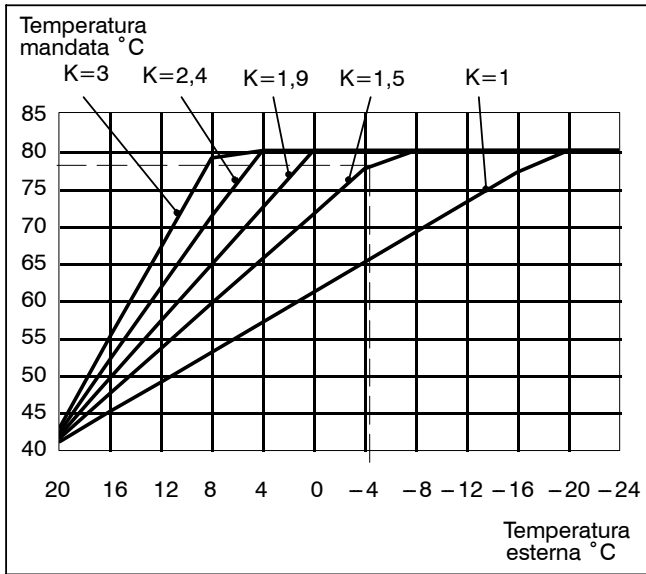
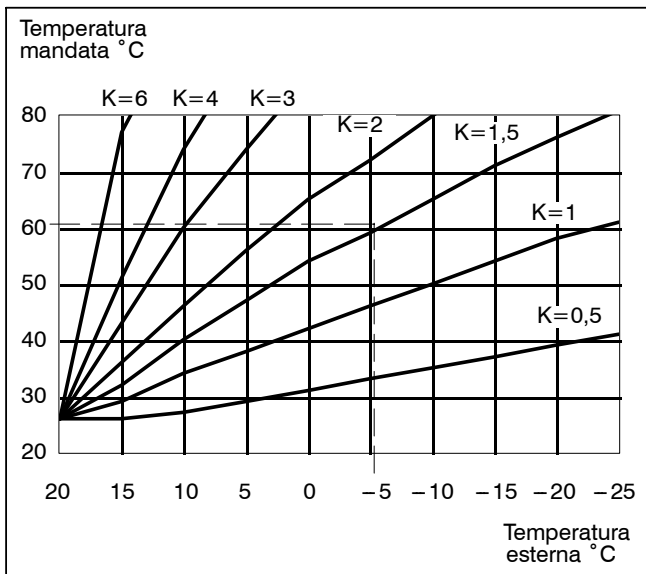
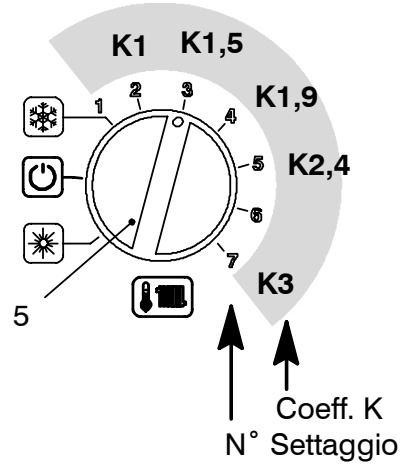

fig. 5.24
fig. 5.25
fig. 5.26
Quando si installa la sonda esterna bisogna impostare questo parametro in base al rendimento dell'impianto di riscaldamento per ottimizzare la temperatura di mandata (fig. 5.24 settaggio senza remoto collegato) (fig. 5.25 settaggio con remoto collegato).
Es. Per avere una temperatura di mandata all'impianto di riscaldamento di 78 °C con una esterna di -4 °C si deve settare un K di 1.5 (linea tratteggiata in fig. 5.24)
- 1 Ruotare la manopola regolazione temperatura riscaldamento 5 in fig. 5.26 e posizionarla nel valore di K desiderato (fig. 5.24) (fig. 5.26 es. manopola settata per K1,5)
Es. Per avere una temperatura di mandata all'impianto di riscaldamento di 60 °C con una esterna di -5 °C si deve settare un K di 1,5 (linea tratteggiata in fig. 5.25)